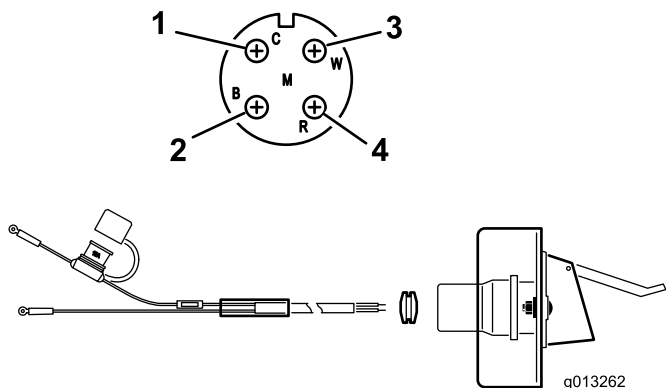

Рисунок 9
2. Проложите и закрепите электропроводку от аккумуляторной батареи к кронштейну розетки (Рисунок 9).
- Протяните провода через кронштейн розетки и установите черную резиновую втулку поверх проводки (Рисунок 9).